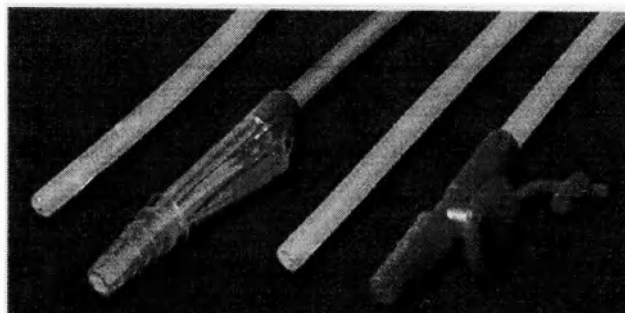

Рис. 1. Зонд аспирационный
9.1. Зонд аспирационный (рис. 1) предназначен для отсасывания секрета из бронхов, трахеи и полости рта, санации просвета эндотрахеальных, трахеостомических трубок.